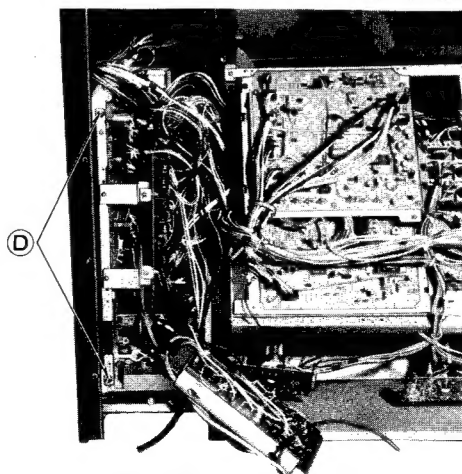

Fig. 2-2 Abb. 2-2
2. Remove 2 screws (D) in fig. 2-2.
2. Die zwei Schrauben (D) in Abb. 2-2 entfernen.